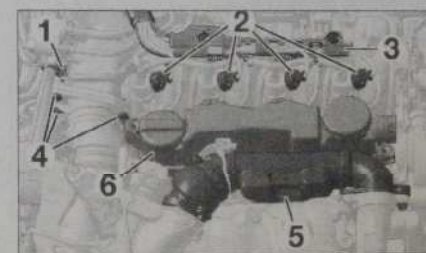

Fig. 48
- Dégrafer et écarter le faisceau (1) (Fig.48).
- Déconnecter les connecteurs (2) des injecteurs.
- Déposer et écarter la barrette porte-faisceau (3).
- les vis (4),
- le boîtier d'absorption (5),
- le déshuileur (6).